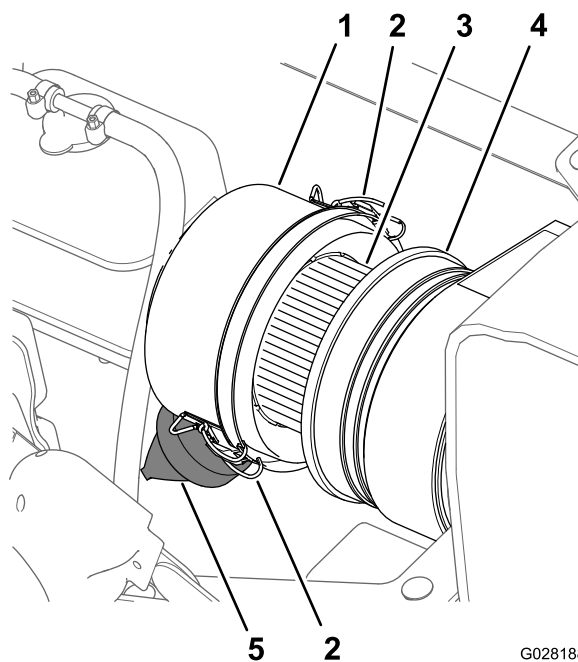
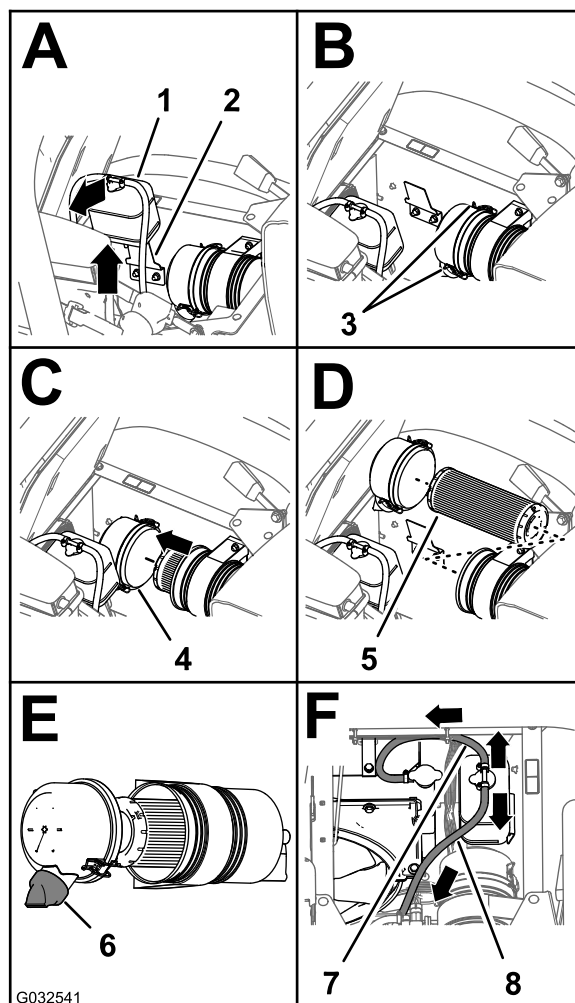

Figura 71
Figura 72
3. Curățați capacul anti-praf și corpul filtrului de aer (Figura 71).
4. Verificați dacă există deteriorări la nivelul corpului filtrului de aer care ar putea cauza o scurgere de aer (Figura 71).
5. Strângeți supapa pentru praf pentru a o curăța de murdărie, praf și reziduuri (Figura 71).
7. Verificați elementul filtrului de aer în privința unei acumulări excesive de praf, murdărie și reziduuri (Figura 71).
8. Instalați capacul anti-praf la nivelul corpului filtrului de aer și fixați capacul cu cele 2 elemente de fixare (Figura 71).
2. Curățați capacul anti-praf și corpul filtrului de aer (Figura 71).
3. Ridicați rezervorul de preaplin pentru lichidul de răcire de pe consola suportului rezervorului (Figura 72).
4. Eliberați cele 2 elemente de fixare care fixează capacul anti-praf la corpul filtrului de aer (Figura 72).
6. Curățați interiorul capacului anti-praf, corpul filtrului de aer și supapa pentru praf cu o lavetă umedă (Figura 71 și Figura 72).
7. Introduceți elementul filtrului de aer în corpul filtrului de aer (Figura 72).
8. Instalați capacul anti-praf la nivelul corpului filtrului de aer și fixați capacul cu cele 2 elemente de fixare (Figura 72).
Notă: Asigurați-vă că supapa pentru praf este aliniată între pozițiile corespunzătoare orelor 5–7 atunci când este observată din capăt (Figura 72).
9. Aliniați rezervorul de preaplin pentru lichidul de răcire cu consola suportului rezervorului și aezai corespunzător rezervorul (Figura 72).
Important: Asigurați-vă că furtunul de eliberare a presiunii este pozat în față și în jos și că furtunul de aerisire a rezervorului este pozat înspre spate, aa cum se arată în Figura 72.